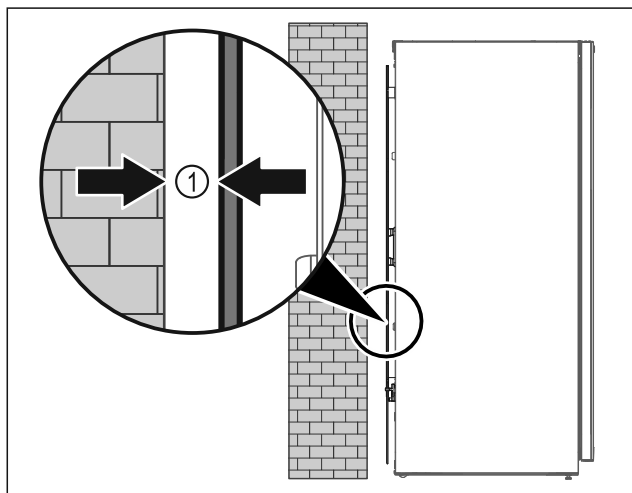

Fig. 10
► Pange seade üles kas vabalt ruumi või vahetult vastu seinä minimaalse vahekaugusega 5 mm Fig. 10 (1).